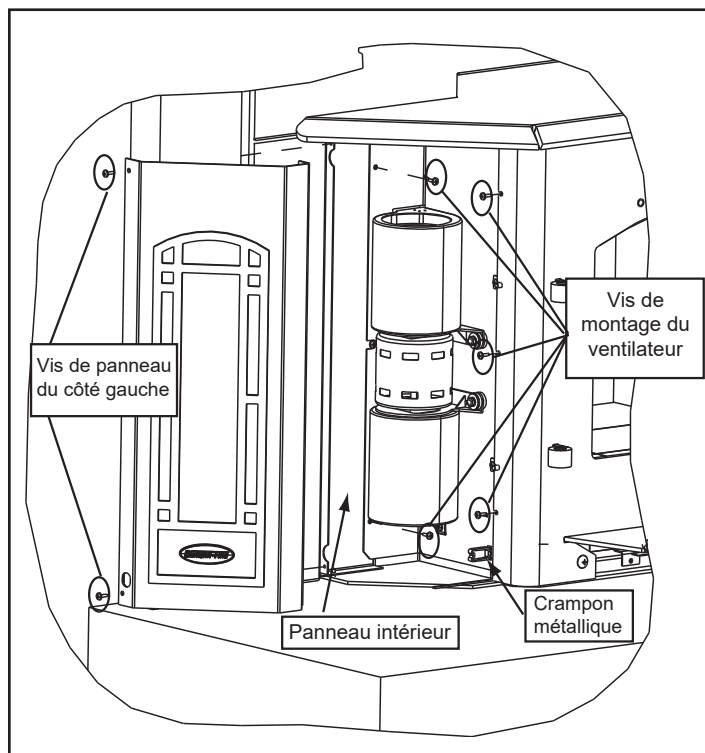

Figure 22.1
2. Glissez le montage du ventilateur avec le ventilateur fixé derrière la face et sécurisé avec les 5 vis fournies, 3 sur le côté droit et 2 sur le côté gauche. **Figure 22.1.**